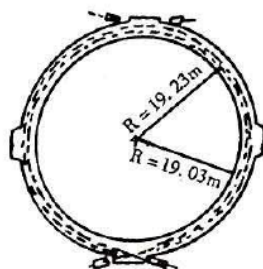

图 1 水平钢束示意
安全壳预应力钢束分为水平、竖向和穹顶 3 个系统,如图 1~3 所示。
(1)水平系统:通常水平钢束布置有 1/2、2/3 周长和全周长等多种形式,大亚湾核电站采用 360°全周长布置,分内外 2 层铺设,内层轴线半径 19.03m,外层轴线半径 19.23m,整个筒体共铺设水平钢束 223 条,每条长 126m,采用内径为 95mm 的半刚性导管,内穿 19T16 钢绞线(见图 1)。